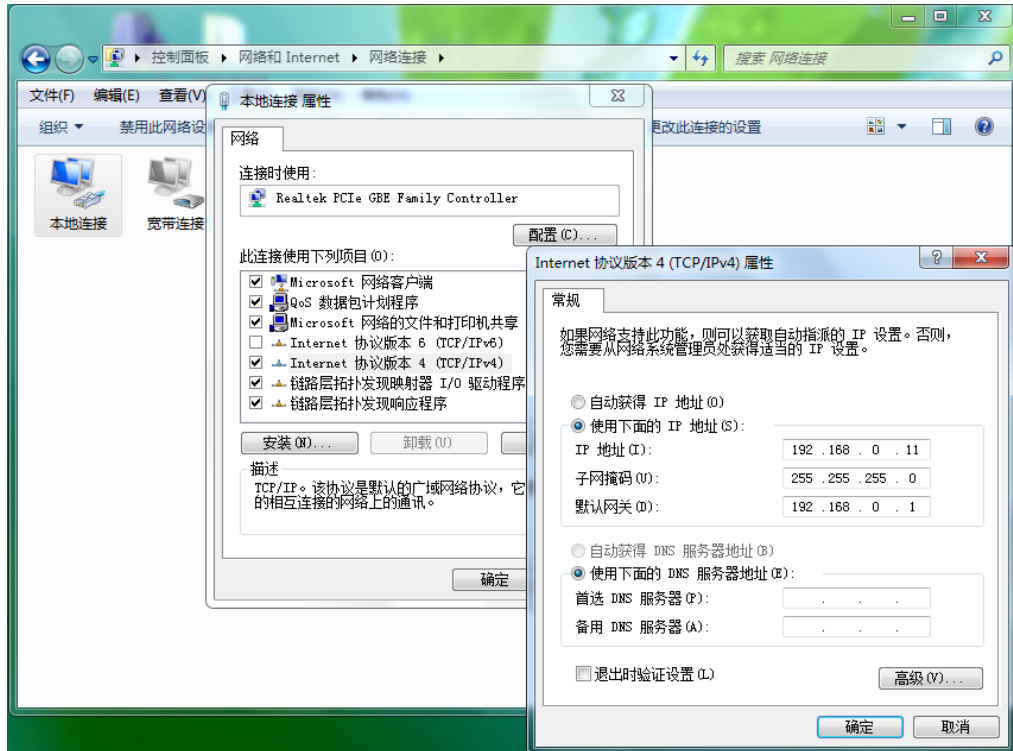

图 7 以太网本地连接
- ① 若计算机已接入网络，此时需要断开网络连接，然后使用一根网线将激光器后面板“Ethernet”接口和计算机连接在一起。
- ② 手动配置网络设置的“本地连接”，详见图 7。
- ③ 将激光器上电，等待 20s 后电脑右下角“本地连接”的图标显示已连接则可以进行下一步操作。
- ④ 打开上位机软件，点击菜单栏“Session”，选择“Ethernet”在弹出的对话框中点击“Connect”。